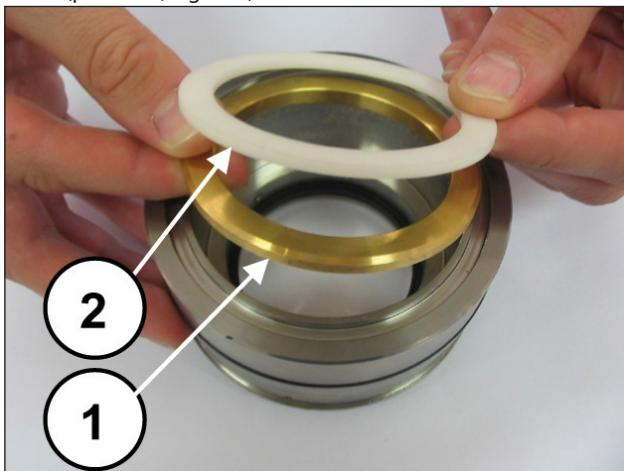

Fig. 195
Montare l'anello di supporto e l'anello antiestrusione (pos. ①②, Fig. 195), le tre baderne ponendo attenzione affinché gli intagli vengano a trovarsi a 120° l'uno dall'altro (pos. ①, Fig. 196), l'anello raschiatore baderne e l'anello per molla (pos. ①②, Fig. 197).